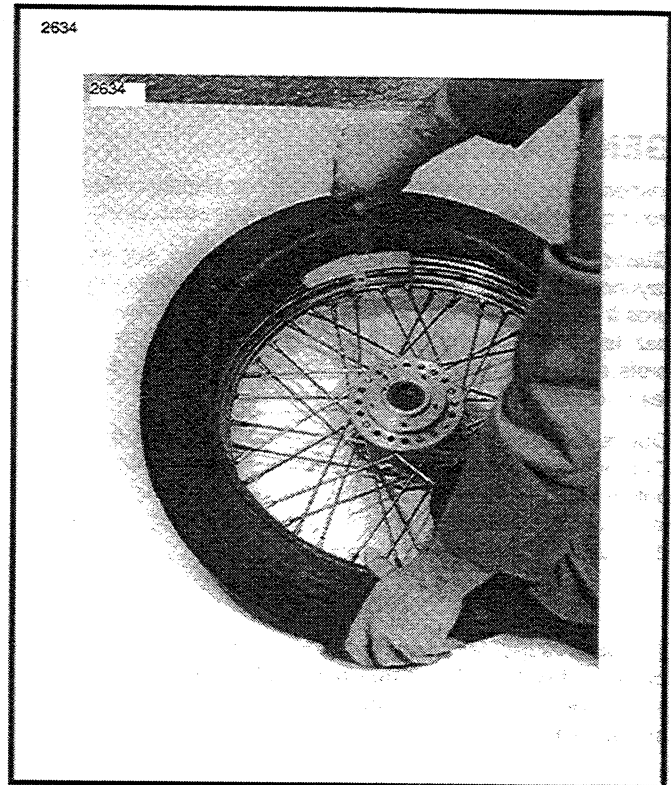

Figure 2-22. Mise du talon sur la jante
3. Voir Figure 2-22. Commencez le montage de l'enveloppe en engageant le talon inférieur dans le creux de la jante, côté valve et sous la valve. Travaillez à la main aussi loin que possible puis finissez au démonte-pneu. Si le pneu est muni d'un repère d'équilibrage (pastille de couleur), alignez-le avec la valve.
5. Voir Figure 2-22. Commencez le montage de l'enveloppe en engageant le talon inférieur dans le creux de la jante, côté valve et sous elle. Travaillez à la main aussi loin que possible puis finissez au démonte-pneu.